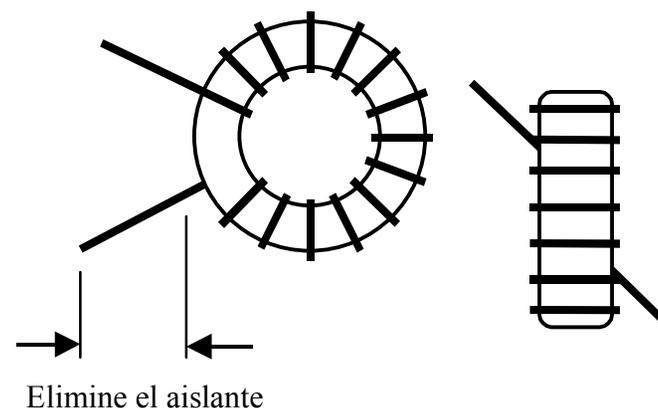

Figura 6-15
- Busque la silueta de RFC14 en la placa RF, cerca de la esquina frontal izquierda y compárela con la Figura 6-15, que ofrece dos vistas de un inductor toroidal típico. RFC14 se montará verticalmente como se ve en el dibujo de la derecha, con un terminal saliendo por la parte superior izquierda del núcleo y el otro por la parte inferior derecha. La PCI dispone los topos de soldadura en esas dos posiciones.
- Para devanar RFC14, corte 23cm (9") de hilo esmaltado rojo #26 y "cosa" diez pasadas del extremo largo a través del núcleo. *Cada pasada a través del núcleo cuenta como una vuelta.* El devanado final debería ser similar a la Figura 6-15, pero con 10 vueltas y no 14.
Antes de montar el toroide, desnude y estañe sus terminales hasta unos 3mm (1/8”) del núcleo, como muestra la Figura 6-15. En la cara de soldadura debe verse el hilo desnudo, sin rastro de esmalte.
Confeccione el primer devanado, 1-2, utilizando 16 vueltas de hilo esmaltado rojo (38cm, 15”) que deben ocupar un 85% del núcleo y cuya apariencia será muy similar a la de la Figura 6-15. Recuerde que cada paso por el centro del núcleo cuenta como una vuelta.